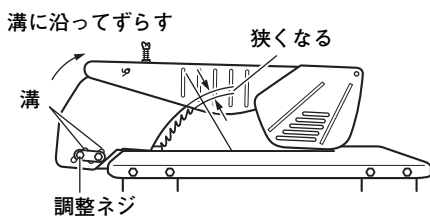

図7-3
- (1) 調整用のボルトをゆるめ、ソーガードを溝に沿って動かすと、間隔がせまくなります。(図7-3)